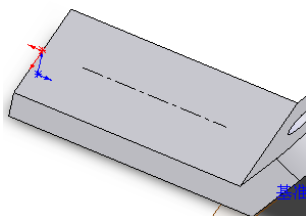

图 1-7 中心线
(7) 选取基体上表面，单击【草图绘制】按钮, 进入草图绘制，使用中心线工具, 在上表面的中心位置绘制直线，注意不要捕捉到表面边线，如图 1-7 所示。